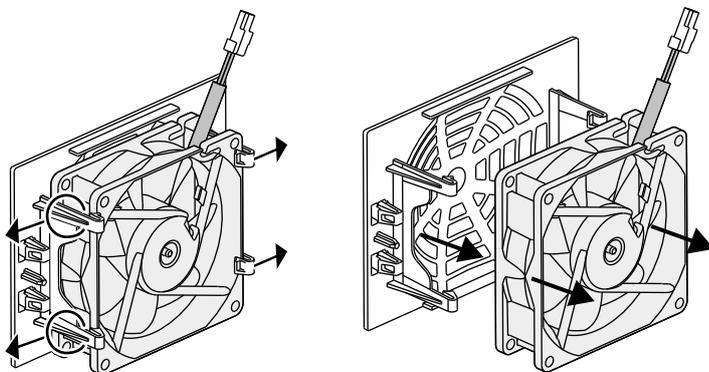

Fig. 60: Desmonte a grelha do ventilador
5. Também é possível remover o ventilador da grelha. Para isso, pressione levemente para fora as patilhas de fixação e retire o ventilador. **Fig. 60**